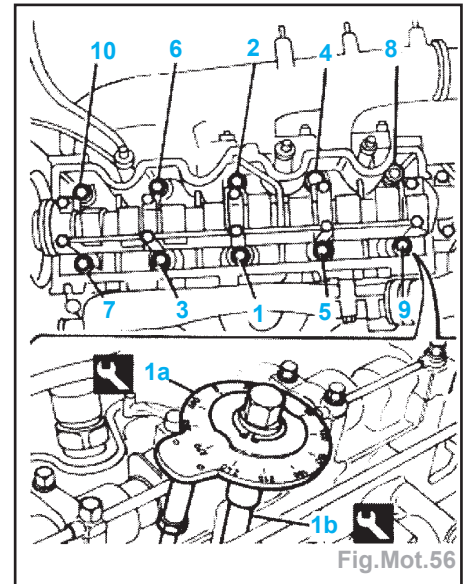

Fig.Mot.56
- Reposer la culasse, les vis et les serrer au couple et dans l'ordre (Fig.Mot.56) :